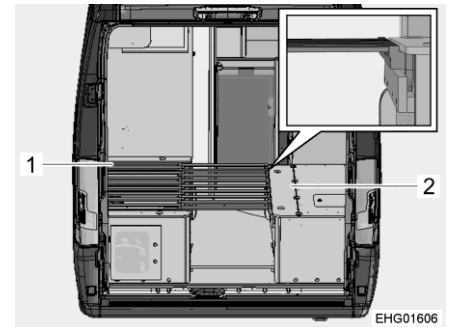

Bild 65 Under ombyggnaden
- Lyft upp den vänstra sittbänkens ribbotten (Bild 65,1) något och dra ut utdragsribbotten.
- Öppna locket för sänglådan (Bild 65,2) på höger sittbänk.